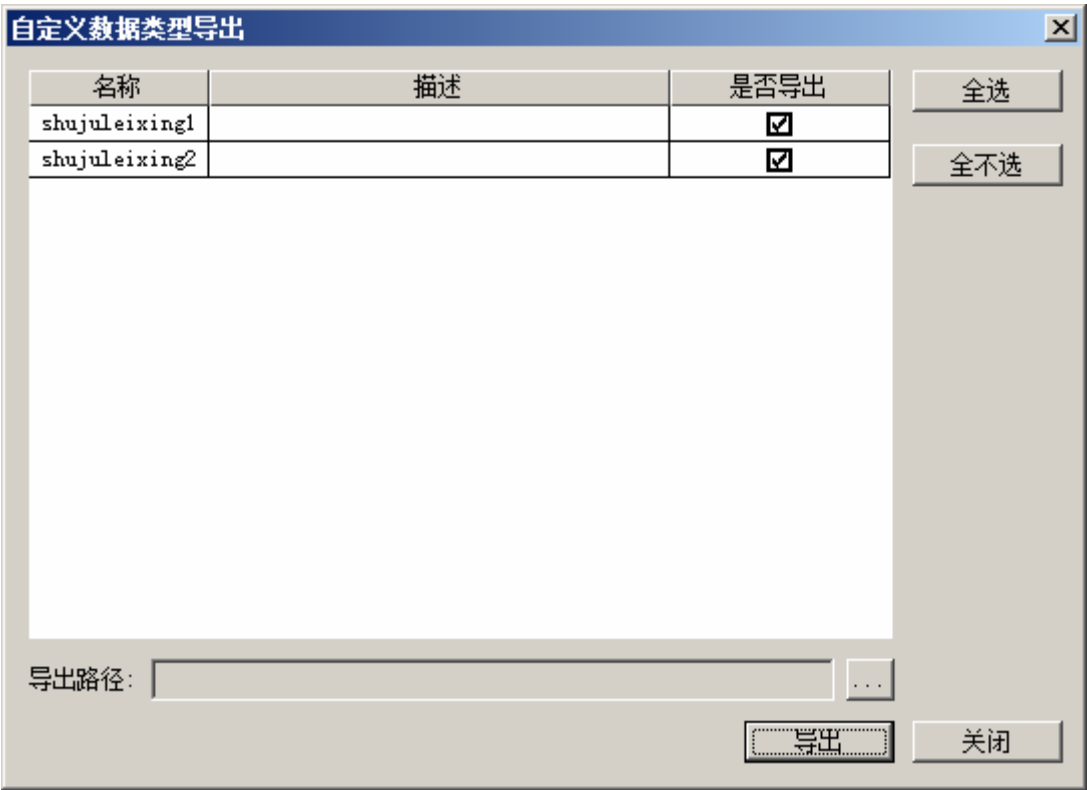

图 6-2 自定义数据类型导出
- 1) 右键单击“自定义数据类型”或某个数据类型，在右键菜单中点击“导出”打开如图 6-2 所示界面。